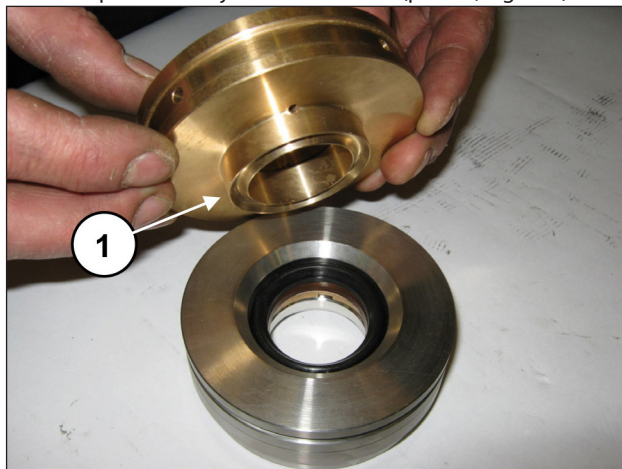

Fig. 185
Unir el soporte de las juntas a la camisa (pos. ①, Fig. 185).